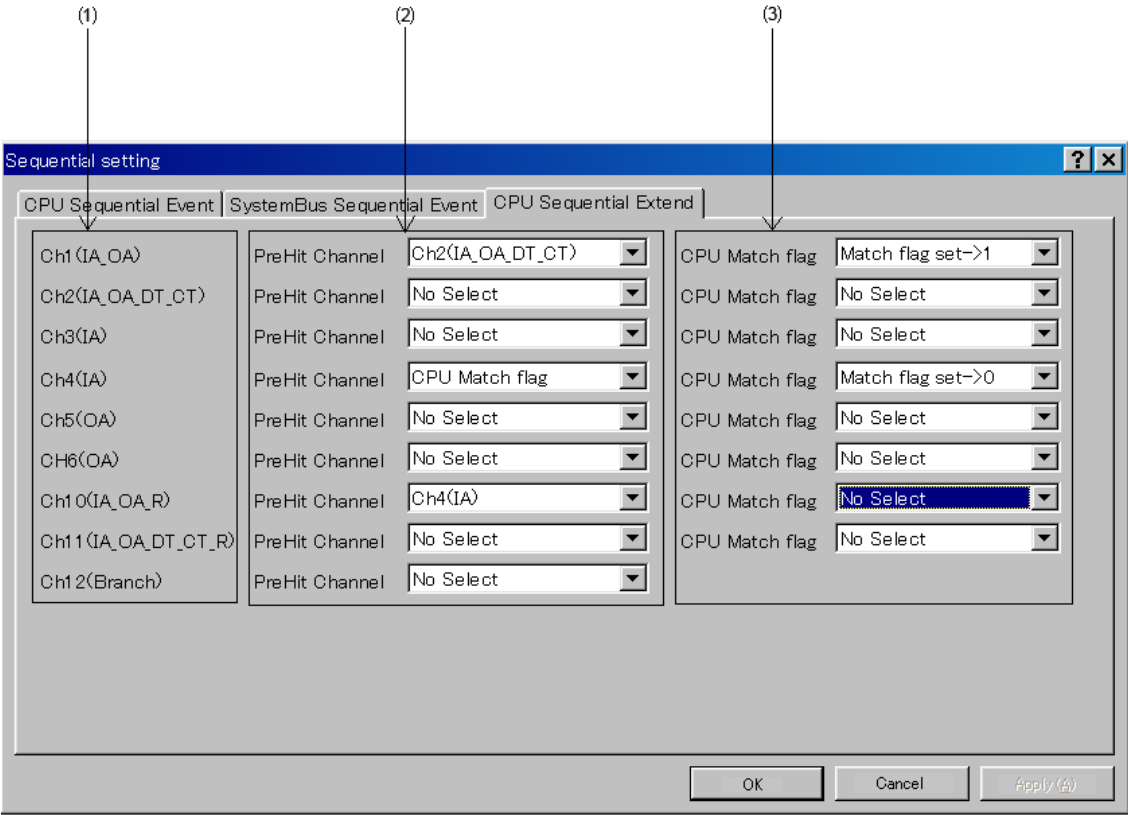

图 2.1 [CPU Sequential Extend] (CPU 顺序扩展) 页
5. 按照图 2.1 所示设置 [CPU Sequential Extend]（CPU 顺序扩展）页。